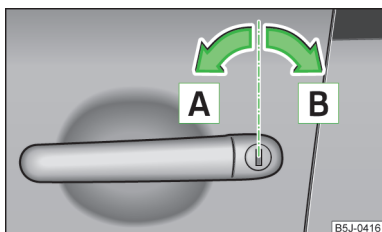

Fig. 14
- Rotiți cheia în butucul portierei șoferului, în sensul de deplasare (poziție de deschidere) **A** » fig. 14.
- Rotiți cheia în încheietoaarea portierei șoferului în sens contrar sensului de deplasare (poziție de încheiere) **B** » fig. 14 la pagina 31.